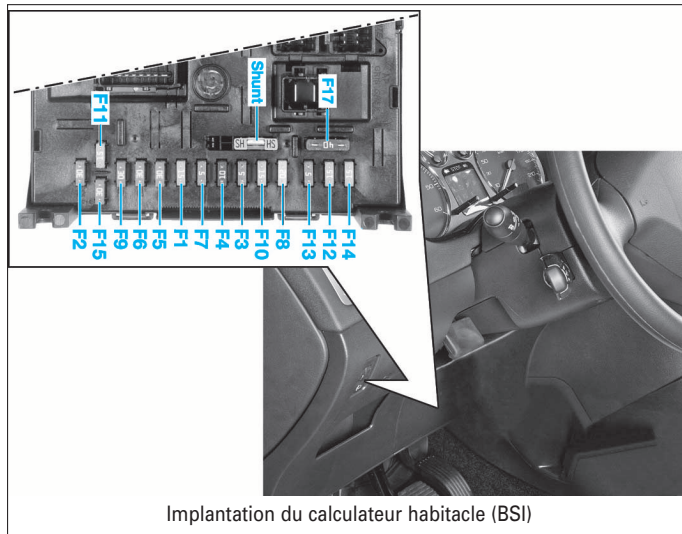
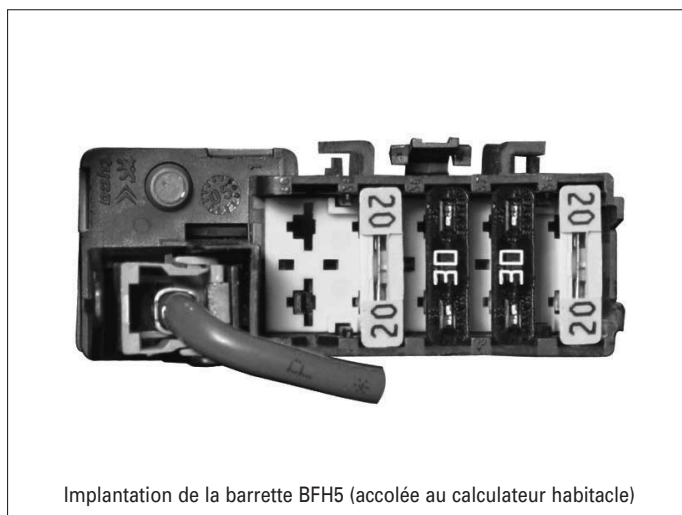

FIG. 2
FIG. 3
- dans l'habitacle, derrière le vide-poche à gauche du volant, sur le calculateur d'habitacle (BSI) (Fig.2) et également sur une barrette accolée (BFH5) (Fig.3) (montage volant).